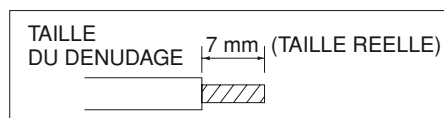

Fig. 28
- (1) Coupez la gaine à l'extrémité du fil à l'aide d'une paire de pinces et dénudez le fil sur environ 7 mm. Reportez-vous à la plaque se trouvant à côté du bornier (Fig. 28).
- (2) Utilisez un tournevis pour desserrer la vis de borne sur le bornier.
- (3) Introduisez le fil et resserrez à fond la vis de borne à l'aide d'un tournevis.